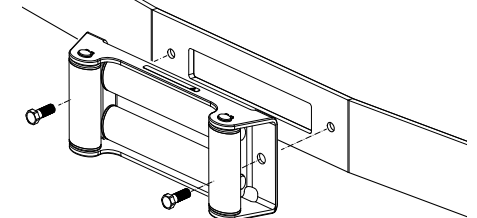

Figure 6
8. Attacher le guide-câble sur le support de montage. Figure 6.